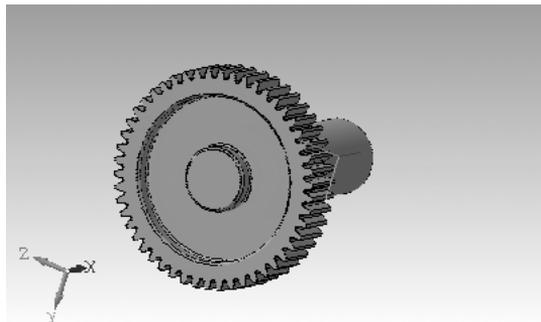

Рис. 3.94. Результат построения кольцевых пазов на цилиндрической шестерне
- щелкните по кнопке **ОК**. Появятся искомые кольцевые пазы, см. рис. 3.94;